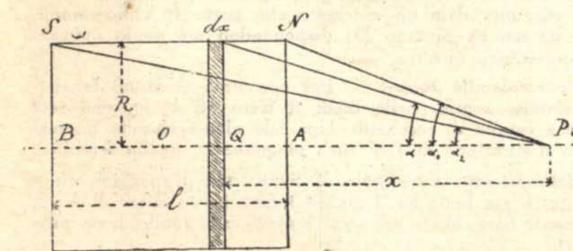

Fig. 2.
Il campo magnetico del solenoide, dopo quanto esposto, si calcola facilmente. Si ha, (fig. 2),  $l$  la lunghezza del solenoide,  $N$  il numero delle spire.
Osservando la fig. 2 si nota:
Osservando la fig. 2 si nota che:
**Elettrocalamita semplice** (fig. 2). — L'elettrocalamita semplice è costituita da un solo rocchetto col relativo nucleo. Vengono poco impiegate per lo scarso rendimento.